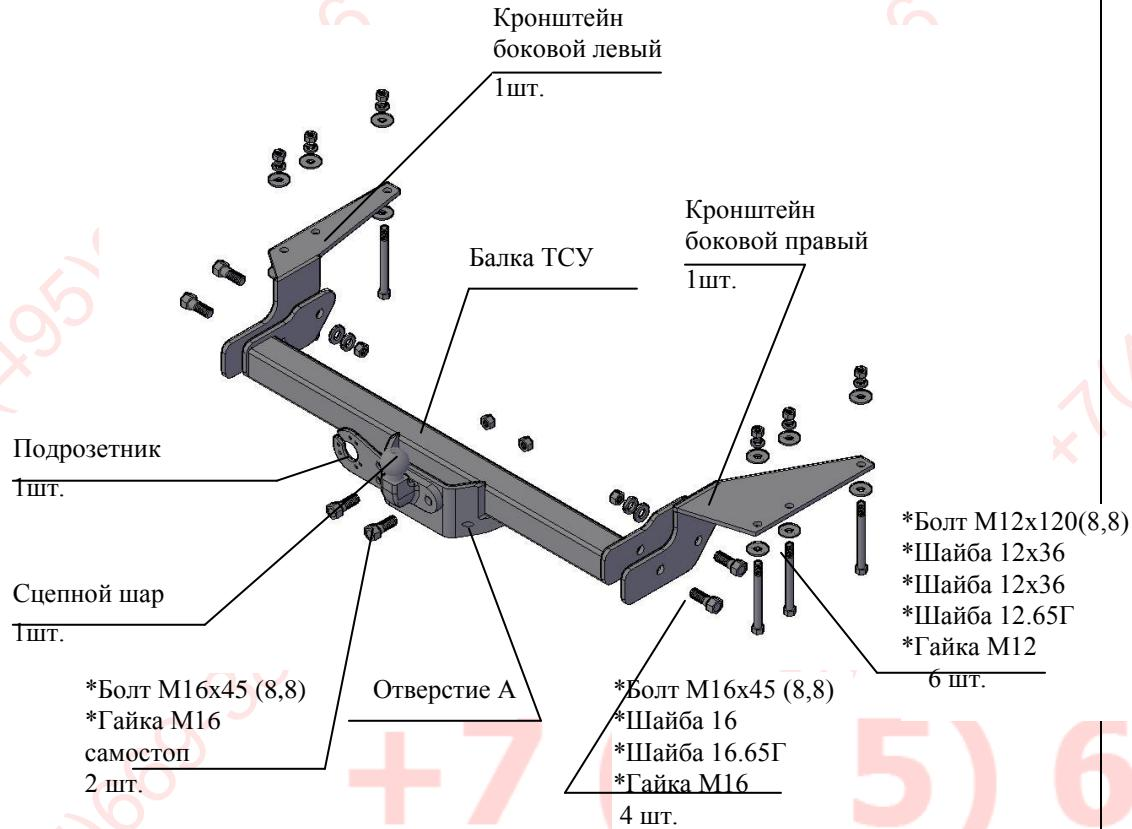

Рис.1 Тягово-сцепное устройство 7510.К2 .
2.1 ТСУ 7510.K2 в сборе (рис.1)	1 шт.
2.2 Пакет с комплектующими (см. рис.1)	1 шт.